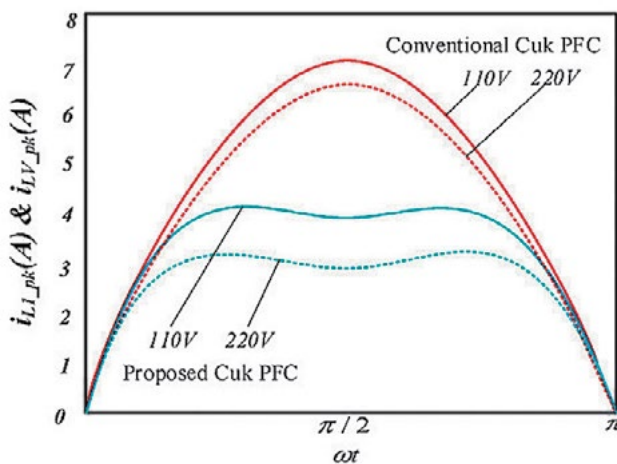

Рис.1
Зауважу, що при живленні від виділеної довгої лінії це не завжди так – ідеальним для максимального передавання потужності довгою лінією з високим імпедансом був би струм, що співпадає за фазою із вхідною напругою, але більш наближений за формою до прямокутної, це дає змогу отримати більшу потужність від «слабкої» лінії [1], див. **рис.1**, блакитні лінії.
2. *Режим CCM (continuous current mode)* – до наступного циклу струм у дроселі ще не досяг нуля. Це означає, що до кінця наступного циклу струм зростає ще більше, наприклад, якщо до кінця попереднього «залишок» струму був 1 А, то до кінця наступного, якщо нічого не зміниться, буде вже 2 А, струм нібито накопичується, що і створює нібито «внутрішній інтегратор струму», та є причиною появи другого полюсу на передавальній характеристиці системи з ООС, ускладнюючи регулювання струму з високою швидкістю й точністю. Рампа в цьому режимі залежить від співвідношення вхідної та вихідної напруги PFC, і досягає максимального значення, коли $U_{out}=2 \cdot U_{in}$. Якщо регулювання ведеться за амплітудними значеннями рампи то з'являються характерні спотворення форми струму, які, до речі, можна бачити на **рис.1** (нижні криві). Якщо потрібна точна відповідність форми струму формі вхідної напруги то слід орієнтуватися за середнім струмом у цьому режимі.